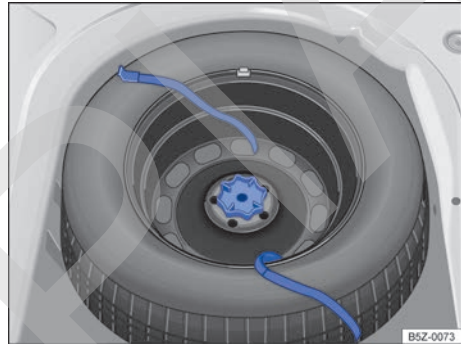

Fig. 179 En el maletero: manivela para fijación de la rueda de emergencia.
- Girar totalmente la manivela ubicada en el medio de la rueda de emergencia → fig. 179 en sentido antihorario y desmontar la rueda de emergencia.